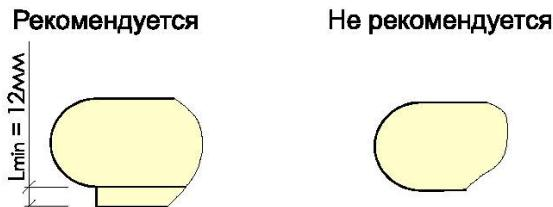

Рис. 4. Поверхности изделия.
8. При проектировании нового изделия и делении сложных деталей на простые необходимо, чтобы профиля хотя бы с одной стороны имели прямоугольный уступ не менее 12 мм (см. рис. 4. Поверхности изделия).